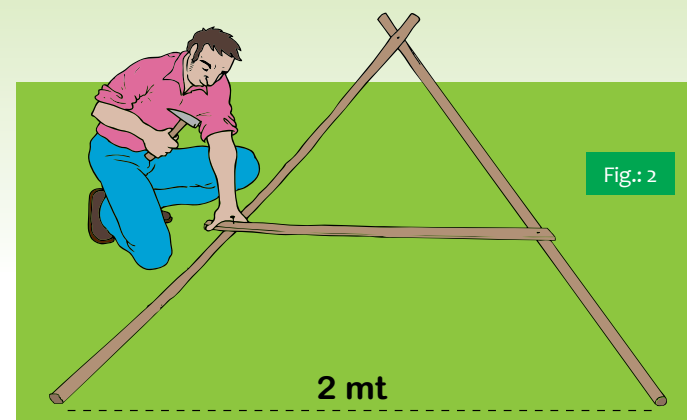

Fig.: 2
3. Mida las mitades de las dos varas, ábralas hasta que den 2 metros de punta a punta, clave la tercera vara en donde marcó las mitades (Fig. 2).